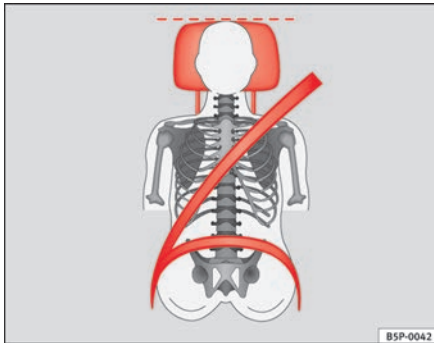

Abb. 12 Richtiger Gurtbandverlauf und richtige Kopfstützeinstellung von vorne betrachtet
- Das Schultergurtteil des Sicherheitsgurtes muss über die Schultermittle und niemals über den Hals verlaufen. Der Sicherheitsgurt muss flach und fest am Oberkörper anliegen ⇒ **Abb. 12**.